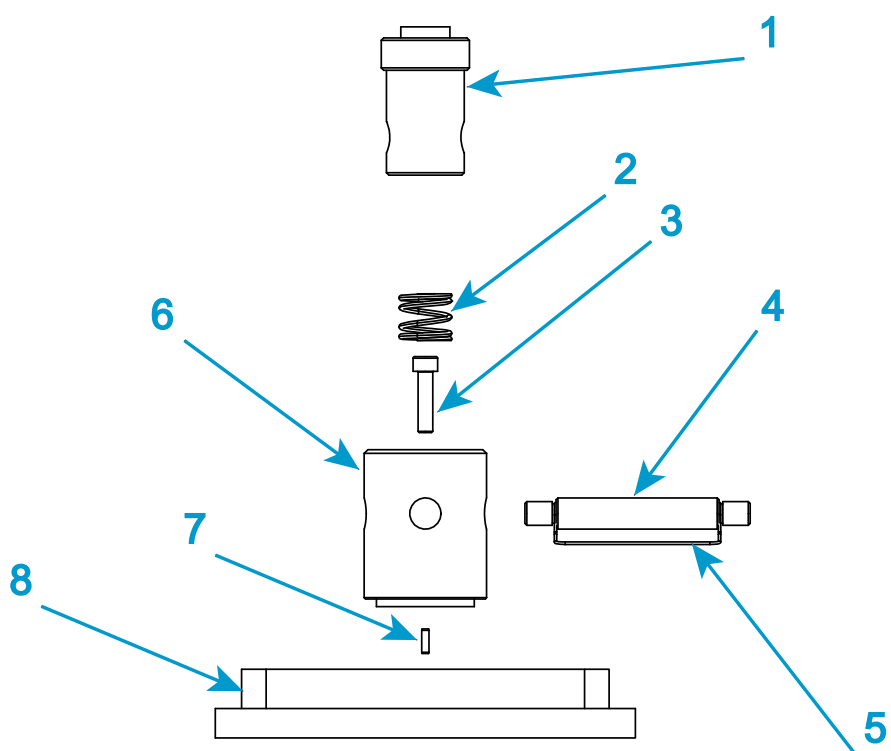

Figura 19. Adattatore di base tipo D
Legenda per Figura 19
1. Solo un perno antirotazione è visibile in Figura 19 perché il secondo perno è allineato direttamente dietro.